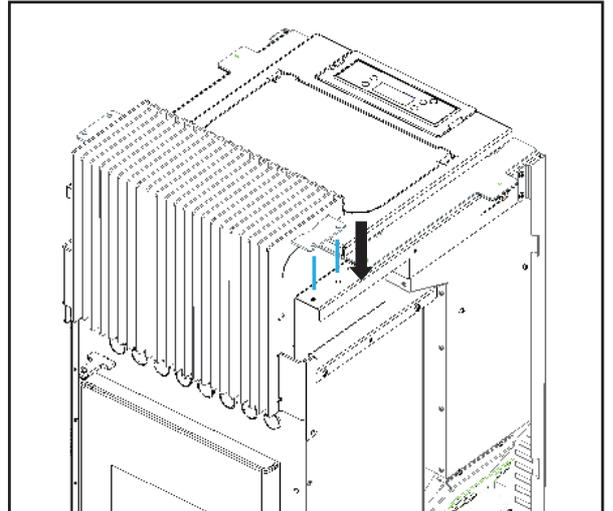

Figura 33 - Colocación de la rejilla frontal
b) El equipo **Pine, Leaf e Aspen**; adjuntar la rejilla delantera haciendo coincidir los orificios de la rejilla con los orificios de los equipos (Figura 33).